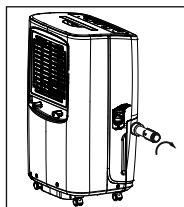

fig. 5
- b. Vissez complètement le joint de drainage sur la partie filetée du connecteur de drainage à l'unité. (Fig. 5 et 6)